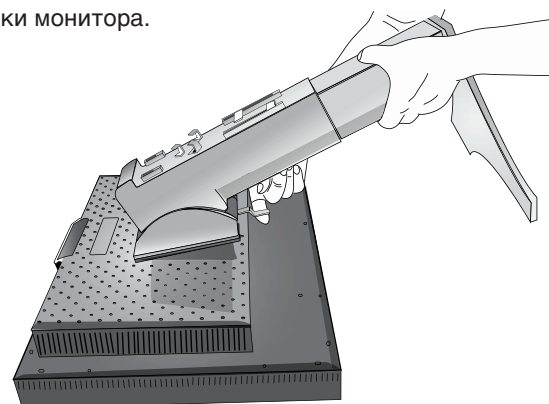

Рисунок S.3
5. Поднимите основание подставки, чтобы отсоединить ее от монитора (**Рисунок S.3**). Теперь монитор можно установить другим способом. Для того чтобы установить подставку, повторите действия в обратном порядке.